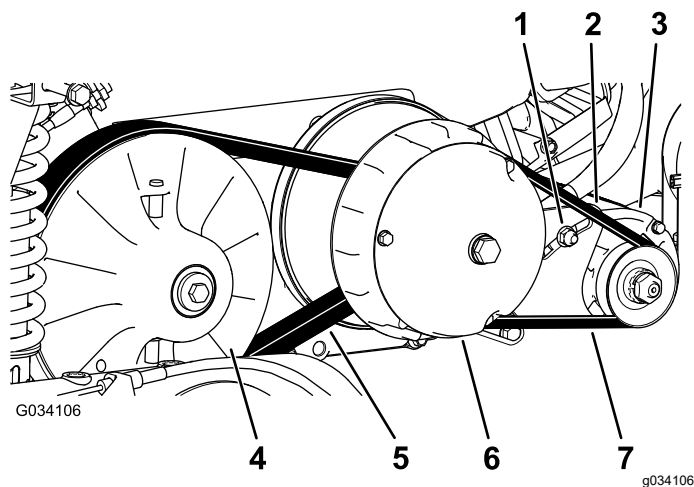

Figura 63
6. Haga girar la correa e inspecciónela (Figura 63) para asegurarse de que no está excesivamente desgastada o dañada.
3. Haga girar la correa y llévela sobre el embrague secundario (Figura 63).
4. Retire la correa del embrague primario (Figura 63).
5. Coloque la correa nueva sobre el embrague primario (Figura 63).
6. Haga girar la correa y llévela sobre el embrague secundario (Figura 63).
2. Afloje la tuerca del pivote del generador de arranque (Figura 63).
4. Aplique presión descendente sobre la palanca para hacer girar el motor de arranque hacia abajo en la ranura, hasta que la tensión de la correa sólo permita una desviación de 6 mm (1/4") con una fuerza de 44 N·m (10 pies-libra) (Figura 63).
5. Apriete la tuerca del pivote a mano y retire la palanca (Figura 63).